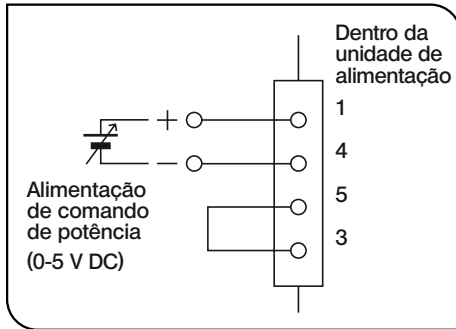

Fig. 5
(Fig. 5)
1. Conecte uma tensão de entrada DC, tal como ilustra a fig. 5. Não ligue ainda a unidade de alimentação.